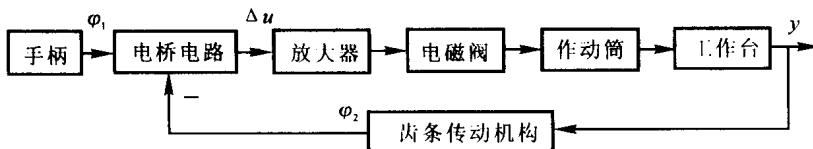

图 1.6 工作台液压伺服系统框图
解 (1) 控制系统的功能是使工作台随控制电位器给定规律移动,因此被控对象是工作台,被控量是工作台的位移,给定量是控制电位器滑臂的转角(表征工作台的希望位置)。系统框图如图 1.6 所示。